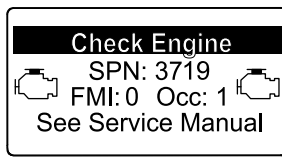

Figure 58
- Avertissement moteur SPN 3719, FMI 0 (Figure 58)